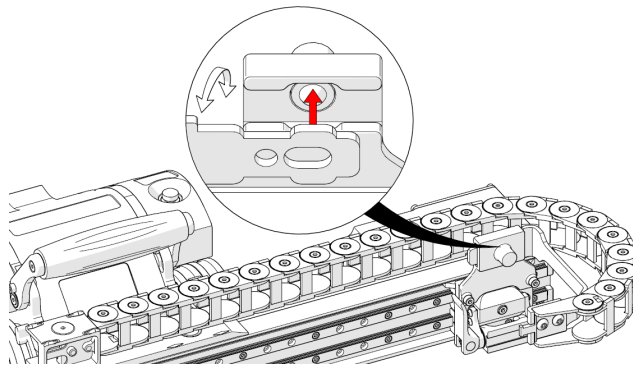

Abbildung 2-28 Drücken Sie die Halterung auf den Wagen.
2. Drücken Sie die Kabelträgerhalterung in die Rückseite der Wagenhalterung (siehe Abbildung 2-28 auf Seite 67).